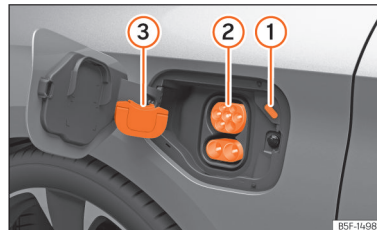

Fig. 60 În spatele capacului pentru încărcarea bateriei, în dreapta spate.
- Îndepărtați capacul de protecție și agățați-l de cârlig » » fig. 60 ③
- Cuplați ștecărul stației de încărcare în priza de încărcare » » fig. 60 ②
Ledul (indicatorul procesului de încărcare) prizei de încărcare clipește sau clipește în alb » » fig. 60 ① » » pag. 88
Indicatorul procesului de încărcare de pe priza de încărcare ① clipește în verde » » fig. 60.
- Apăsăți suprafața de comandă funcției **Închidere încărcare** de pe afișajul sistemului Infotainment. Indicatorul procesului de încărcare amplasat lângă priza de încărcare ① se aprinde în alb » » fig. 60. Ștecărul de încărcare este deblocat.
- Puneți capacul de protecție pe mufa inferioară a prizei de încărcare » » fig. 60 ③